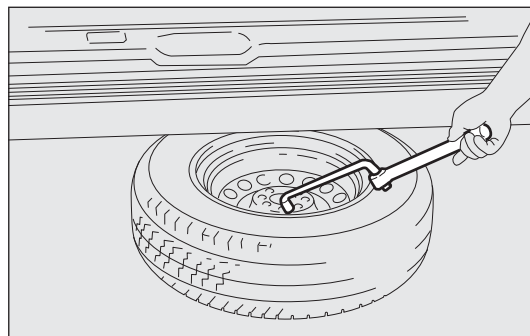

fig. 158
- ☐ utilice la llave para desmontar ruedas para sacar la rueda del vehículo fig. 158;